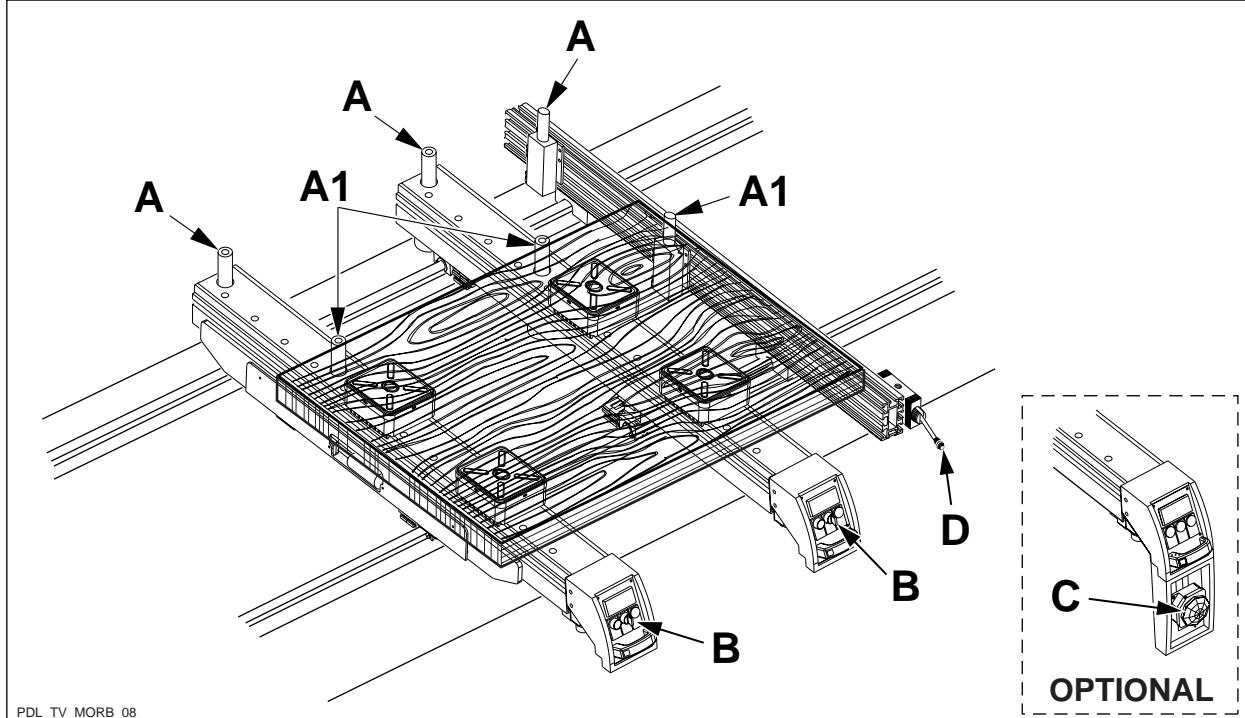

Fig. 22
- far scivolare il pannello sui piani di lavoro posizionandolo contro le battute A fig. 22 (A1 in caso di doppia fila di battute)